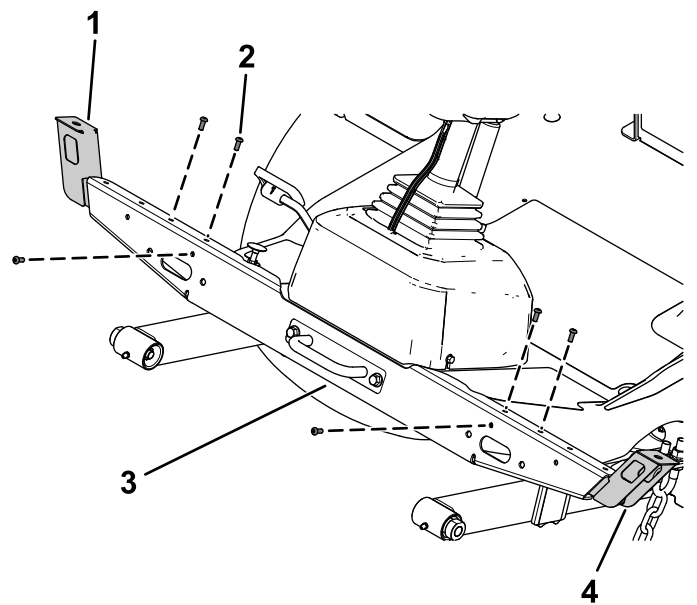

Figura 19
3. Fissate il supporto del faro sinistro e di quello destro sul supporto trasversale dei fari inserendo 3 bulloni a testa bombata (1/4" x 5/8") nelle piastrine per viti autofilettanti di ciascun lato (Figura 19).